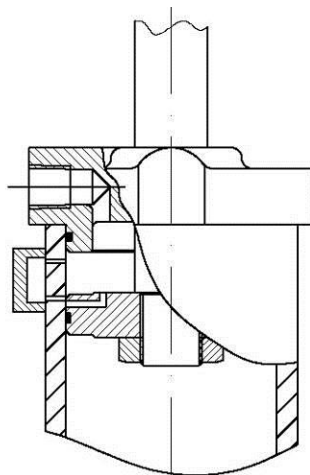

Рис.6.4.4. Поршень опущен ниже перепускного отверстия; штоки цилиндров выдвинуты одинаково
2. Вернуть рукоятку гидрораспределителя трактора в положение "нейтральное" на несколько секунд, что позволит поршням гидроцилиндров агрегата установиться в положении, когда масло не проходит более сквозь верхние (перепускные) отверстия цилиндров, и в элементах гидросистемы агрегата установится одинаковое давление. Штоки цилиндров будут выдвинуты одинаково (рис. 6.4.4).